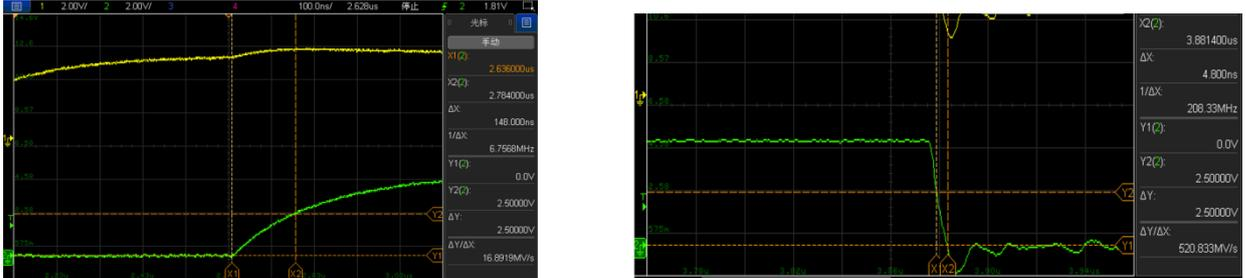

图 6-9: T_f 与 T_r 时间
- 2) 开启 I2C 通讯，实测 T_f 与 T_r 的时间，如图 6-9 所示：